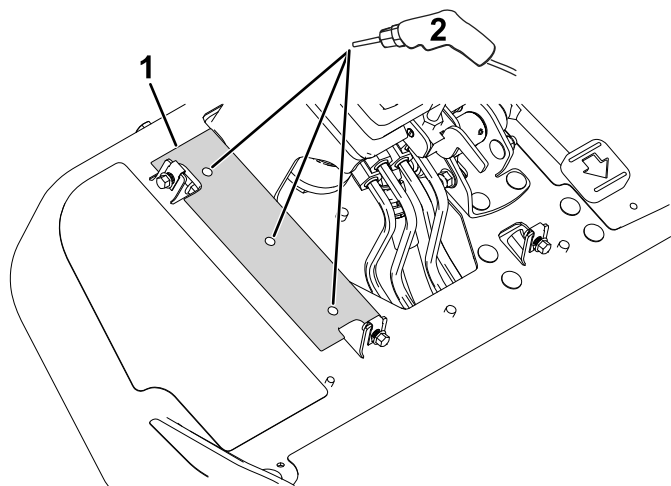

Figura 3
3. Allineate i contorni del modello per la perforazione del correntino ai contorni della piattaforma come illustrato nella Figura 3.
6. Allineate la staffa di supporto dello sterzo ai fori della piattaforma praticati in precedenza (illustrati in Figura 3).